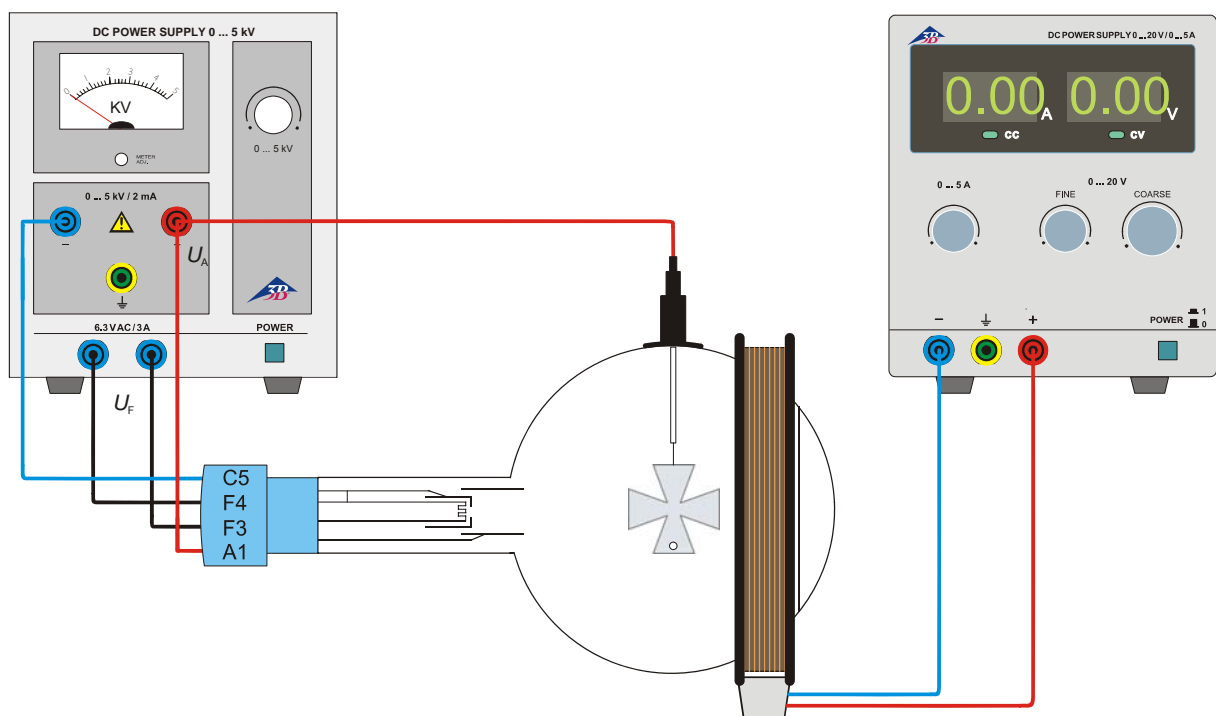

Fig.2 Einführung in die Elektronenoptik
- Beschaltung der Röhre gemäß Fig. 2 vornehmen.